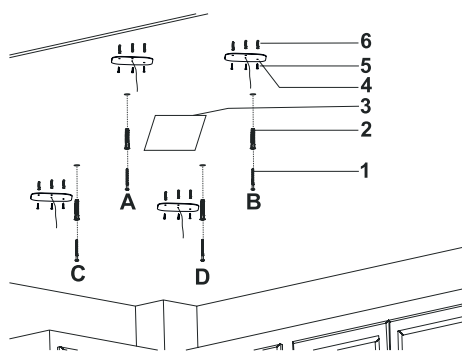
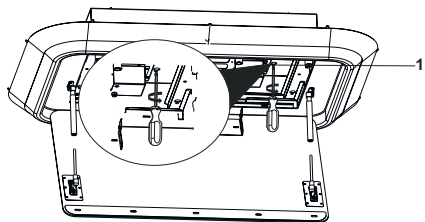

Fig. 8
Fig. 16
- 11.** ▶ Når emhætten er løftet helt op, skal skruerne på A, B, C & D føres igennem emhætten. (Fig. 8) Skru nu på skruerne for at fastgøre emhætten til loftet (Fig. 16).